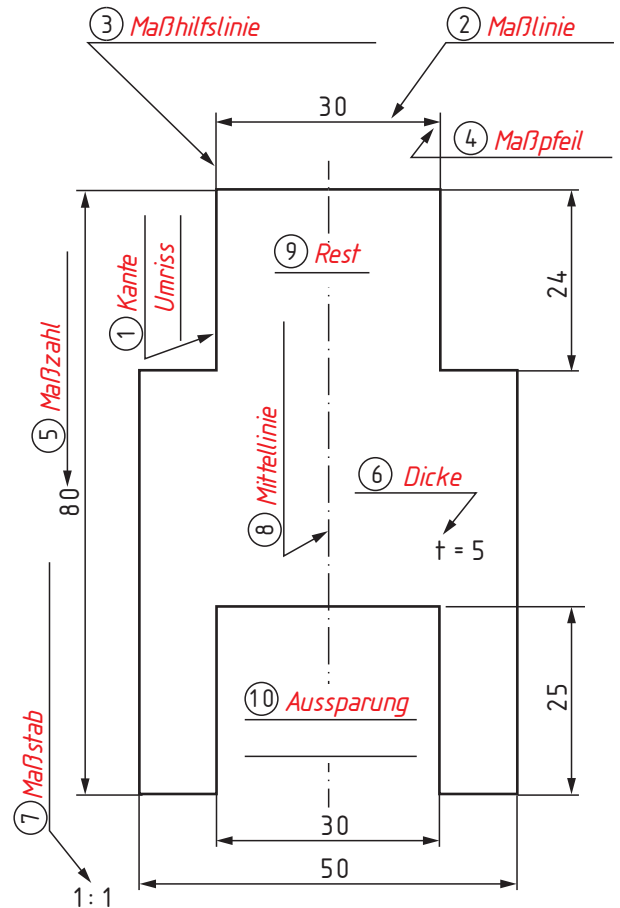

Abb. 1: Führungsplatte
- Verwendung der Linienarten (Abb. 1):
Aufgabe 2: In Abb. 1 Bezeichnungen bei den Hinweislinien eintragen